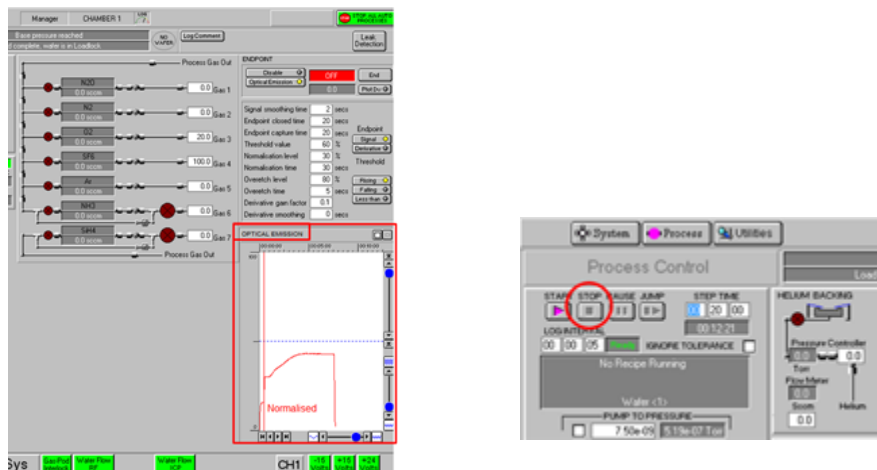

Figure 23 : Page CHAMBER 1
19) Pour la recette de nettoyage, « **06 Adr 100C Clean** » par plasma O₂ et SF₆ à 100°C, il s'agit d'une gravure des résidus de dépôt dans le réacteur. A ce niveau-là, l'ICPECVD est équipé d'un détecteur optique qui contrôle en temps réel la quantité de fluor consommée lors de la gravure des résidus de dépôts dans le réacteur. En observant sur le synoptique (« Optical émission » de la figure 23), on suit l'intensité du rayonnement plasma à la longueur d'onde du fluor. L'intensité du signal émis par le plasma de nettoyage diminue progressivement pour confirmer la propreté du réacteur.
Cela correspond au niveau de la courbe de suivi à un palier horizontal nécessaire pendant une minute, puis arrêter la recette de nettoyage en cliquant sur « **STOP** » (Figure 23).